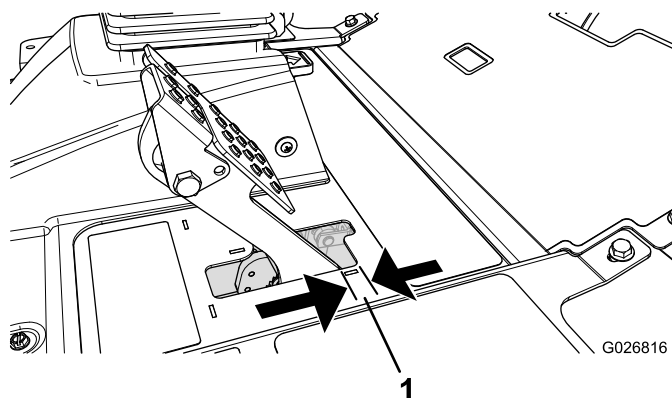

Figura 66
Ajuste los frenos si el pedal de freno tiene más de 2,5 cm de holgura (Figura 66), o cuando se necesite más fuerza para frenar. La holgura es la distancia que recorre el pedal de freno antes de notarse una resistencia de frenado.
2. Apriete la tuerca trasera para mover el cable hacia atrás hasta que los pedales de freno tengan una holgura de 6 a 13 mm (Figura 66) antes de bloquearse las ruedas.